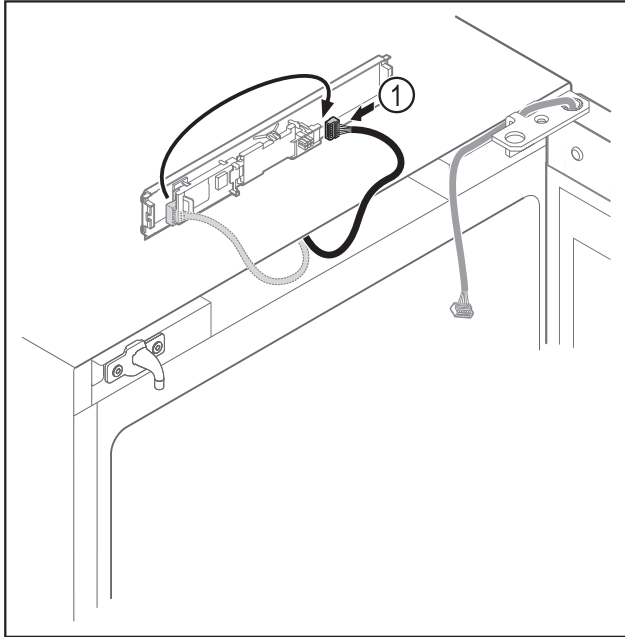

Fig. 14
- ▶ Brancher le connecteur Fig. 14 (1) de l'autre côté.